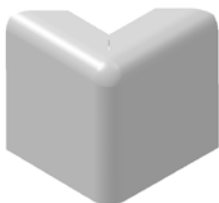

图 5.7.4 封闭
- ☒ **封闭** 选项：封闭整个弯边特征的内侧面，以保证边对边封闭，在每个拐角处都会产生一个匹配的斜坡以使得折弯区域连接，并保留一个很小的缝隙，如图 5.7.4 所示。